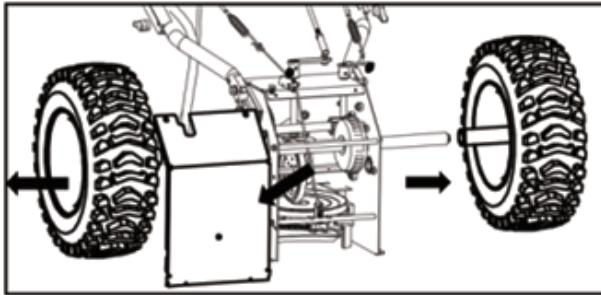

Рисунок 24
- б. Снять правое колесо, удалив винт и шайбу с юбкой, которые крепят колесо на оси (см. Рисунок 24).